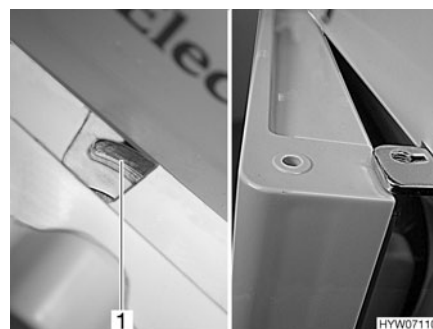

Fig. 150 Puerta del frigorífico en posición de ventilación (Dometic de la serie 7)
- Empujar el bloqueo completamente hacia la derecha. La puerta del frigorífico se fija con ayuda del bloqueo (Fig. 150,1). De este modo, la puerta del frigorífico quedará ligeramente abierta (Fig. 150).